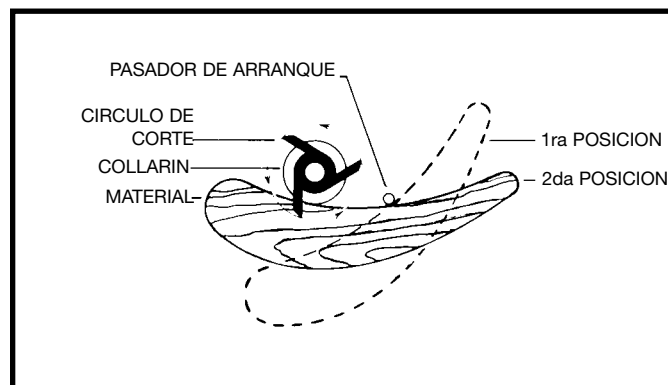

Fig. 46
2. El material debe ser colocado en la primera posición, haciendo uso del pasador de guía como apoyo, como lo ilustra la Fig. 46. Oscile el material entonces hacia el cortador como lo indica la segunda posición. El material estará apoyado ahora por el collarín y el pasador de arranque como lo ilustra la Fig. 46.